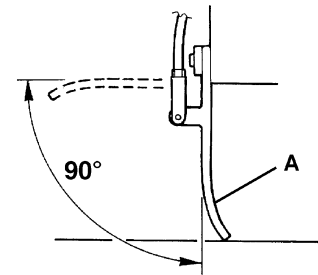

Figure 15
11. Appuyer sur la pédale du volet avant (5) et contrôler que le volet avant (A, Fig. 15) tourne vers le haut d'environ 90° (voir la figure) ; relâcher la pédale et contrôler que le volet revient à la position initiale et qu'il ne reste pas dans une position intermédiaire. Si besoin est, pour le réglage ou le remplacement du câble de commande du volet avant, se référer au manuel d'entretien.